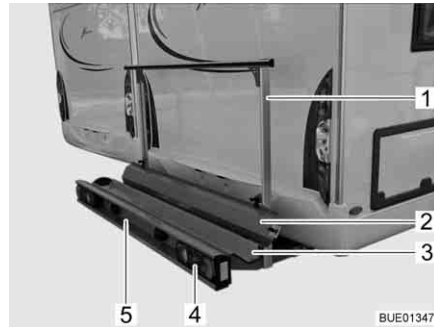
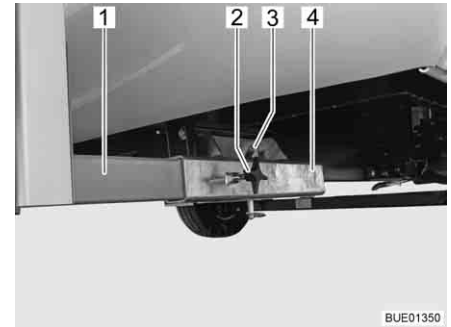

Bild 8 Lastenträger
Bild 9 Befestigung am Fahrzeug
Der Lastenträger (Bild 8) ermöglicht die Mitnahme eines Motorrads oder eines Motorrollers mit einem Gewicht bis zu 130 kg.
- Trägerwanne (Bild 8,3) und Haltebügel (Bild 8,1) mit Befestigung am Fahrzeug (Bild 9)
- Heckleuchten (Bild 8,4)
- Kfz-Kennzeichenbeleuchtung (Bild 8,5)
- Auffahrschiene (Bild 8,2)
Die beiden Längsträger (Bild 9,1) des Lastenträgers sind durch Knebeschrauben (Bild 9,2) an den Vierkantaufnahmen (Bild 9,4) am Fahrzeugboden fixiert. Gesichert ist der Lastenträger durch einen Bolzen (Bild 9,3) mit Sicherungsring.